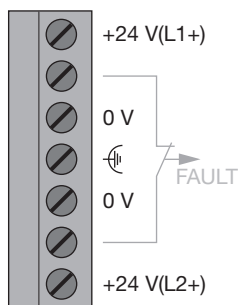

Fig. 1: Alimentation en tension de service – Affectation des broches du bornier à 7 pôles
- ▶ Alimenter exclusivement le module au moyen d'une basse tension de sécurité stabilisée (SELV) selon les normes IEC/EN 60950-1, EN 61131-2 de +32 VDC au maximum (typ. +24 VDC). Celle-ci peut être alimentée par le bornier à 7 pôles (voir Fig.1) sur la partie supérieure de l'interface. Les entrées de tension de service sont protégées contre l'inversion de polarisation.